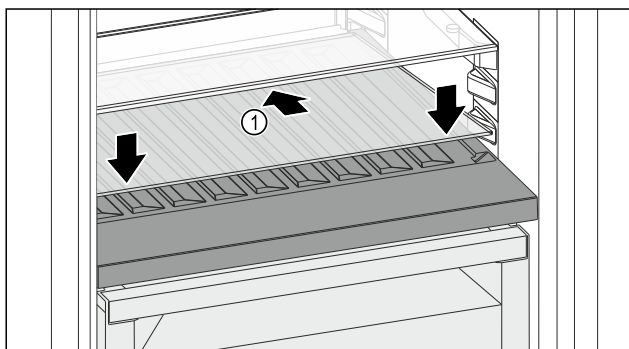

Fig. 153
- ▶ Skleněnou desku Fig. 153 (1) zasuňte šikmo a skloněnou dozadu dolů.
- ▶ Skleněnou desku Fig. 153 (1) vpředu spusťte dolů.